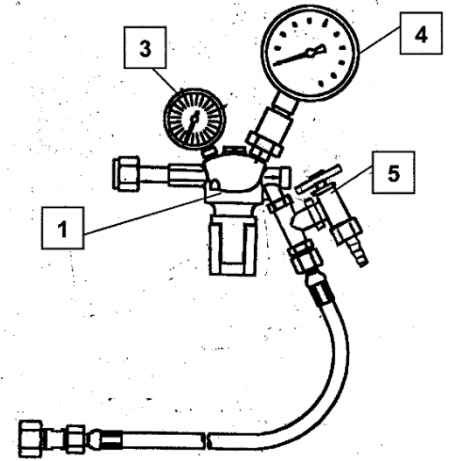

Fig. 17
Die Einrichtung (Fig.17) besteht aus einem Druckmindererblock (1) mit einem Stellgriff und einem Manometer (3) für den SF6-Flaschendruck (3) sowie einem Manometer für den einzustellenden Druck (4), einem T-Stück mit Eckventil (5) und Schlauchanschluss mit 5 m Druckschlauch mit DILO-Kupplungen DN8 und DN20 (wahlweise).
Taupunktmessungen werden mit entsprechenden Geräten durchgeführt, deren Messsonde im fließenden Gasstrom platziert sein muss. Da ohnehin Gas nachgedrückt werden muss, bietet sich eine mobile Gasaufbereitungsanlage an, in die das Gas der Durchführung unter Verwendung der Nachfüll- und Ablassleinrichtung (2.6.3, Fig.17) zurückgeführt wird. In diese Leitung wird der Messwertaufnehmer zwischen geschaltet umso im abgelassenen Gasstrom die Messung vorzunehmen.